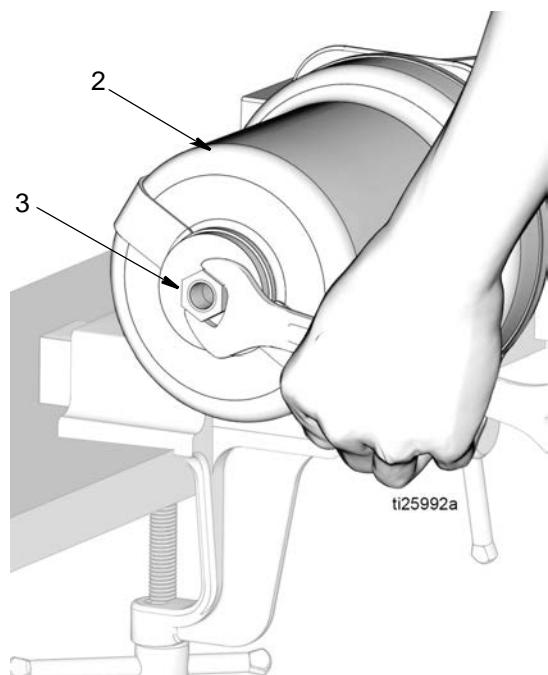

图 14
13. 从气缸 (2) 的顶部拆下活塞防松螺母 (3) (图 14)。